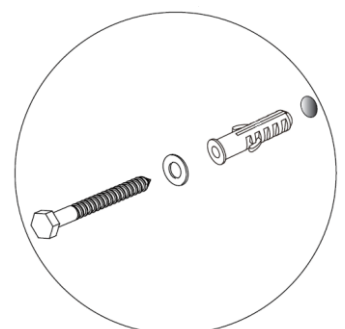

Fig. 3
- Positionnez le support mural (5) contre le mur et utilisez-le comme gabarit pour marquer les emplacements de perçage. Il est recommandé que les trous de fixation inférieurs soient situés à environ 80 cm du sol.
- Insérez les chevilles dans les trous, puis fixez solidement le support mural à l'aide des boulons et des rondelles fournis (voir Fig. 3).
- Suspendez l'enrouleur sur le support mural et verrouillez-le en insérant l'axe de fixation (7).
- Raccordez le tuyau d'alimentation (6) à l'arrivée d'eau.